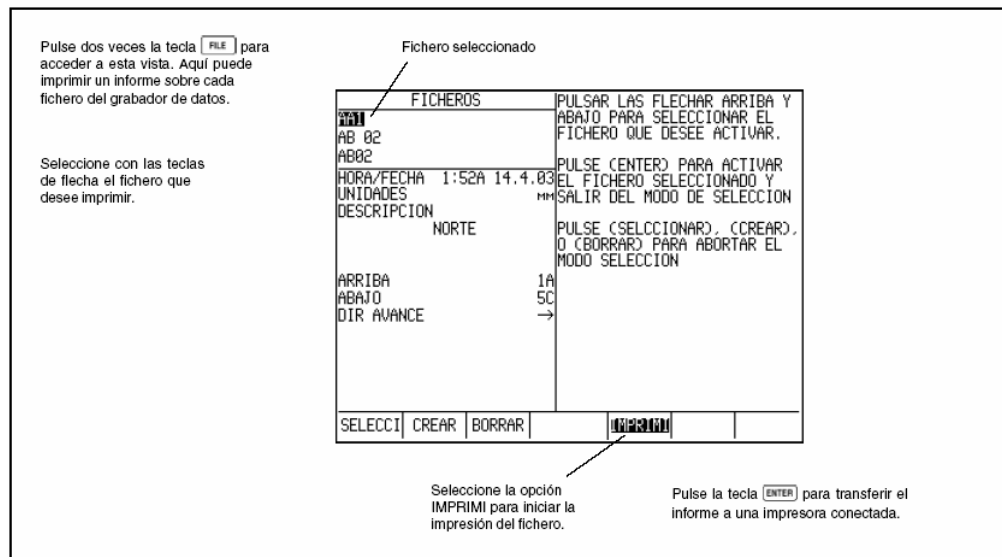

Figura 5-4 Imprimir un informe
Paso 1: Presione **FILE** para acceder a la visualización del Fichero, véase Figura 5-4.